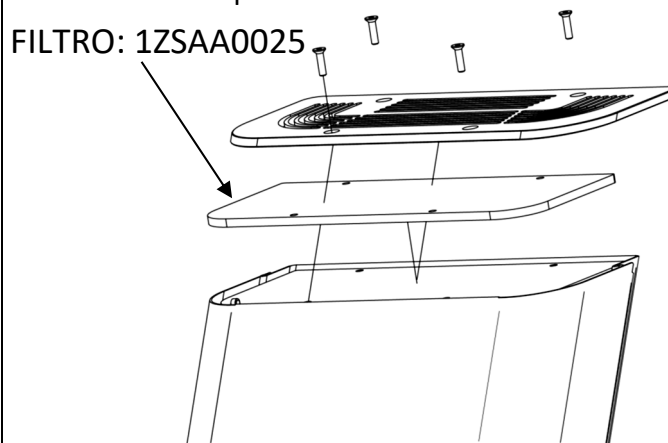

Fig. 7
- 1- Munirsi di una brugola 2.5. Con la macchina in posizione verticale, svitare le viti e rimuovere il coperchio. (Fig. 7)